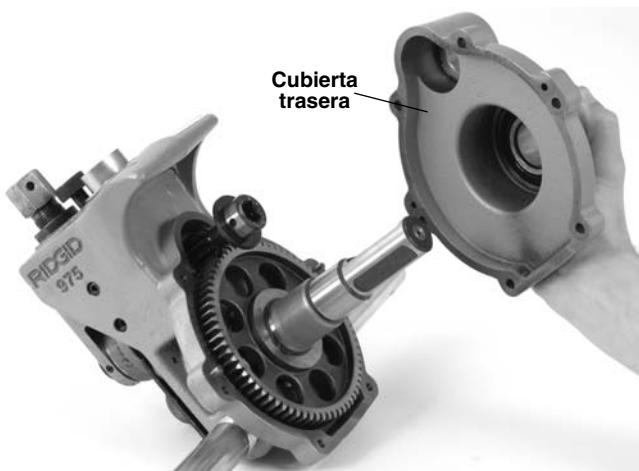

Figura 18 – Extracción de la cubierta trasera
2. Extraiga la cubierta trasera (*Figura 18*).